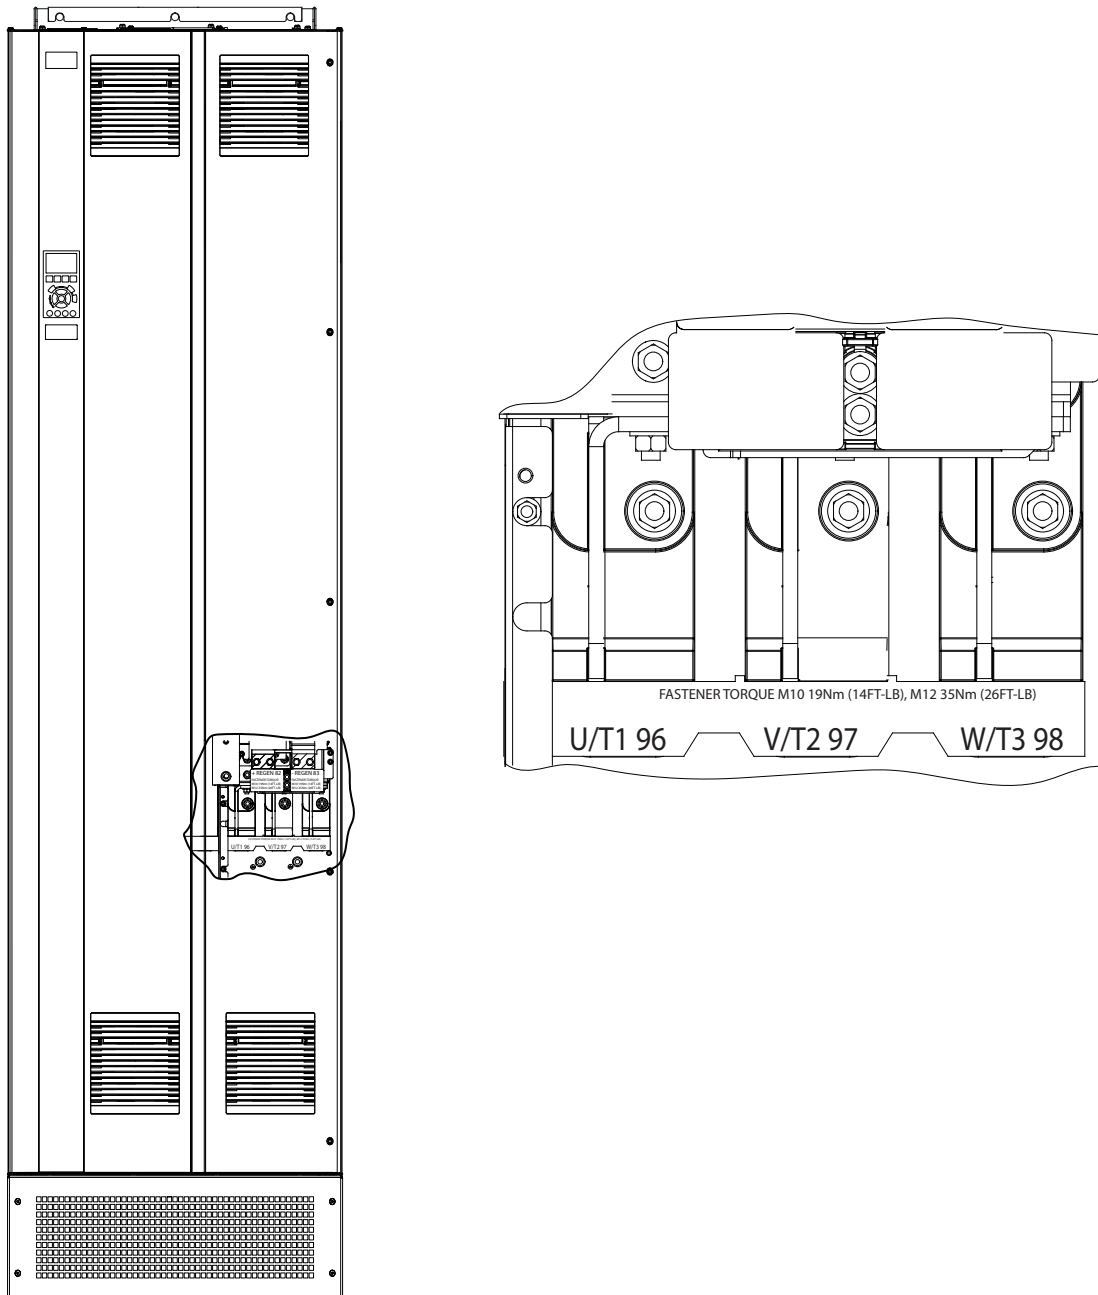

Abbildung 5.3 AC-Motorklemmen (abgebildet ist E1h). Eine detaillierte Ansicht der Klemmen finden Sie in *Kapitel 5.7 Klemmenabmessungen*.
4. Schließen Sie die 3 Phasen des Motorkabels an die Klemmen 96 (U), 97 (V) und 98 (W) an (siehe *Abbildung 5.3*).